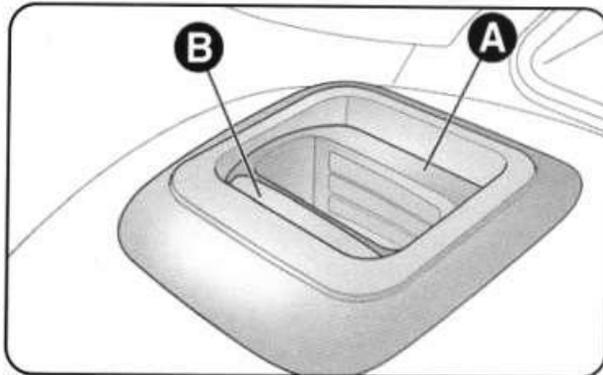

рис. 3
**ПРЕДУПРЕЖДЕНИЕ.** Спинка сиденья надежно зафиксирована, если на рычаге А не видна красная полоска В (рис. 3). Если она видна, спинка не зафиксирована.
**Убедитесь, что спинка заднего сиденья надежно зафиксирована с обеих сторон (красные полоски В (рис. 3) не видны). В противном случае при резком торможении спинки могут наклониться вперед, что может стать причиной травмы пассажиров.**